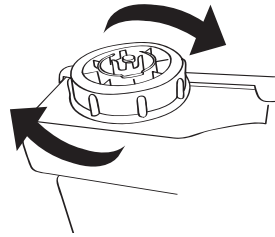

Рис. 3
- Убедитесь в плотной фиксации крышки резервуара (рис. 3). Плотно закрутите крышку по часовой стрелке. Неплотная фиксация крышки приводит к протеканию воды.